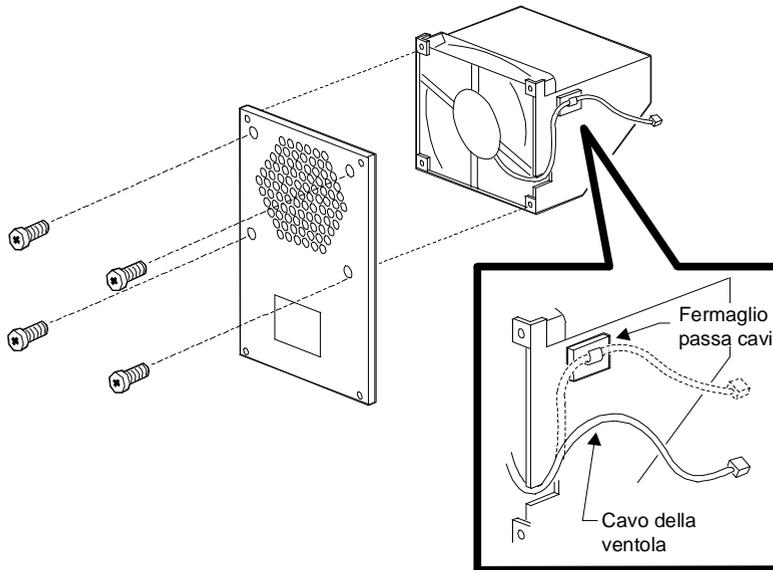

Figura C-2. Rimozione del cavo della ventola e delle viti di montaggio ventola
7. Rimuovere il cavo della ventola dal fermaglio passacavi situato sul gruppo ventola. Vedere Figura C-2.
8. Togliere le quattro viti che fissano il gruppo ventola. (Vedere Figura C-2.) Conservare le viti.